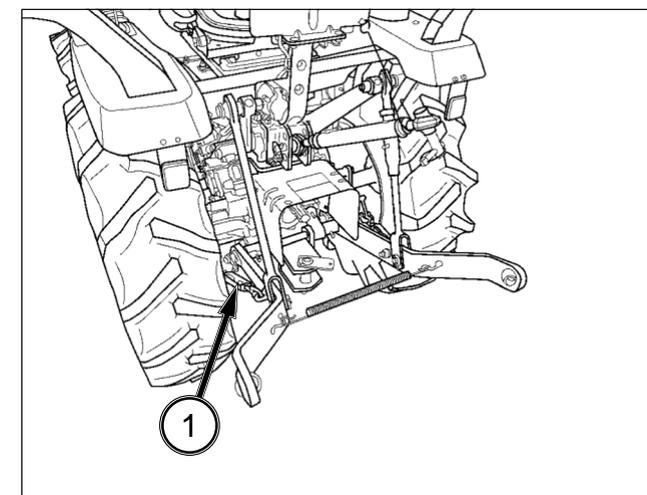

FIG. 70
FIG. 70: Debe limitarse el movimiento lateral de algunos equipos. La cadena de sujeción (1) de cada brazo inferior se debe ajustar de manera uniforme para reducir el juego lateral a un nivel aceptable. Sin embargo, evite eliminar completamente el juego lateral, de lo contrario puede dañar el brazo inferior.